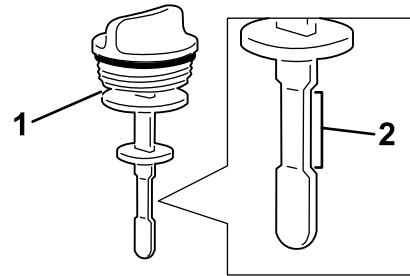

Bild 95
4. Nehmen Sie den Peilstab aus dem Füllstutzen und prüfen Sie den Ölstand (Bild 95).